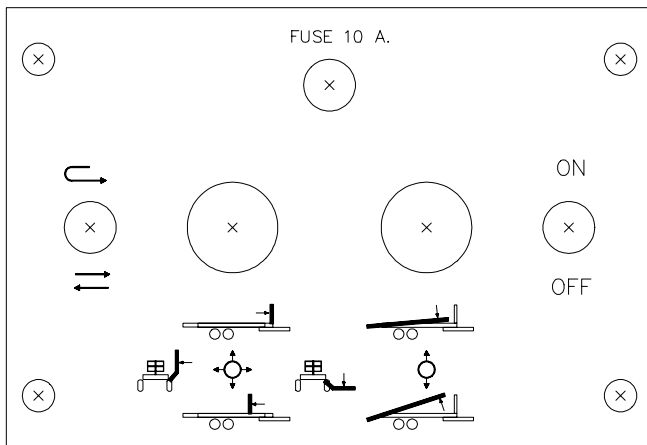

Figure 16
- 1) Familiarisez-vous avec les contrôles et leurs fonctions. (Figure 16)